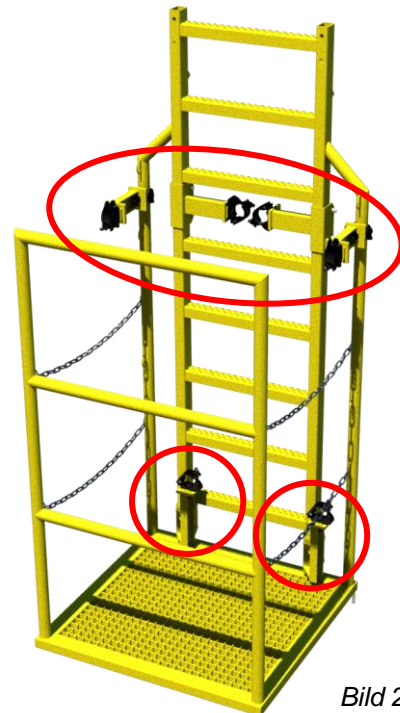

Bild 2
- Am **unteren Podest** sind alle benötigten Halterungen für die Rohre montiert. (Bild 2)